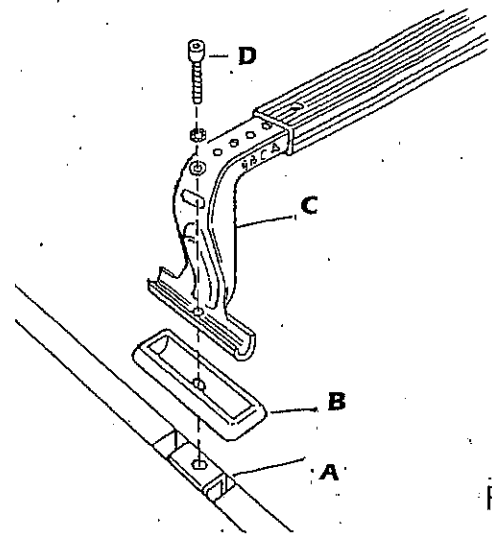

Fig. 3
- Ⓘ Posizionare i piedini di gomma B e le staffe C con le barre in corrispondenza del foro filettato delle piastrine A ed imboccare la vite a brugola D con le 2 rondelle (vedi fig. 3).